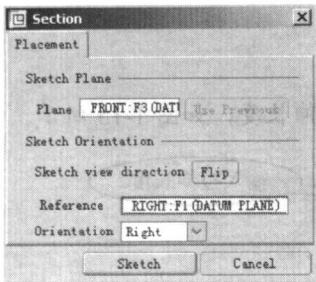

图 1-11
- (7) 这时，**Section** 对话框中的项目如图 1-11 所示。